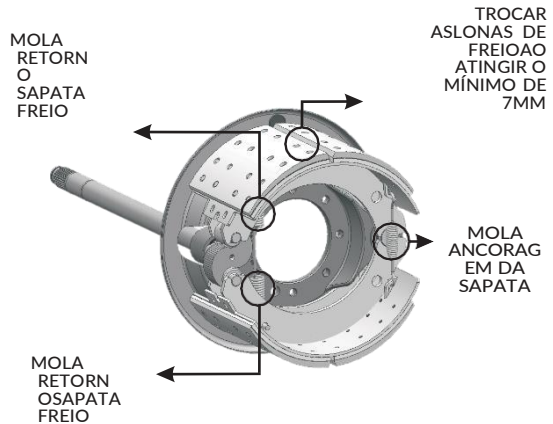

FIGURA 27
- Trocar, **OBRIGATORIAMENTE**, todas as molas do patim a cada troca das lonas de freio (FIGURA 27);